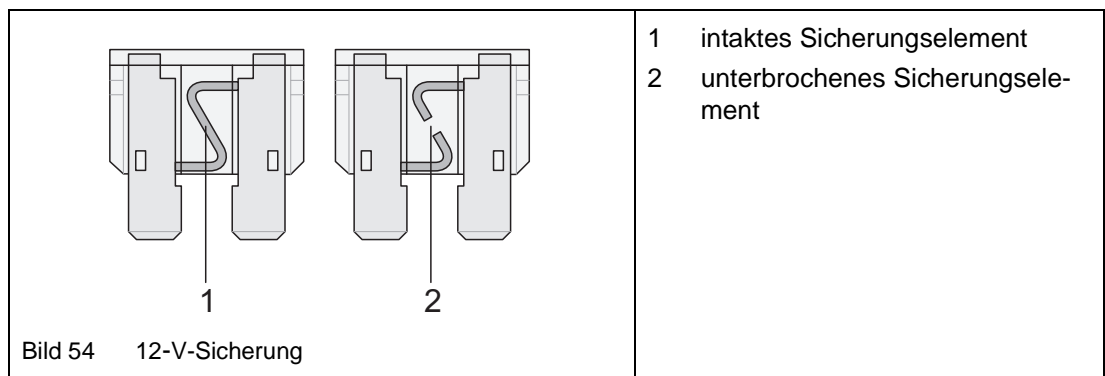

Bild 54 12-V-Sicherung
- ➔ Eine Sicherung ist zu wechseln, wenn das Sicherungselement unterbrochen ist (Bild 54/2).